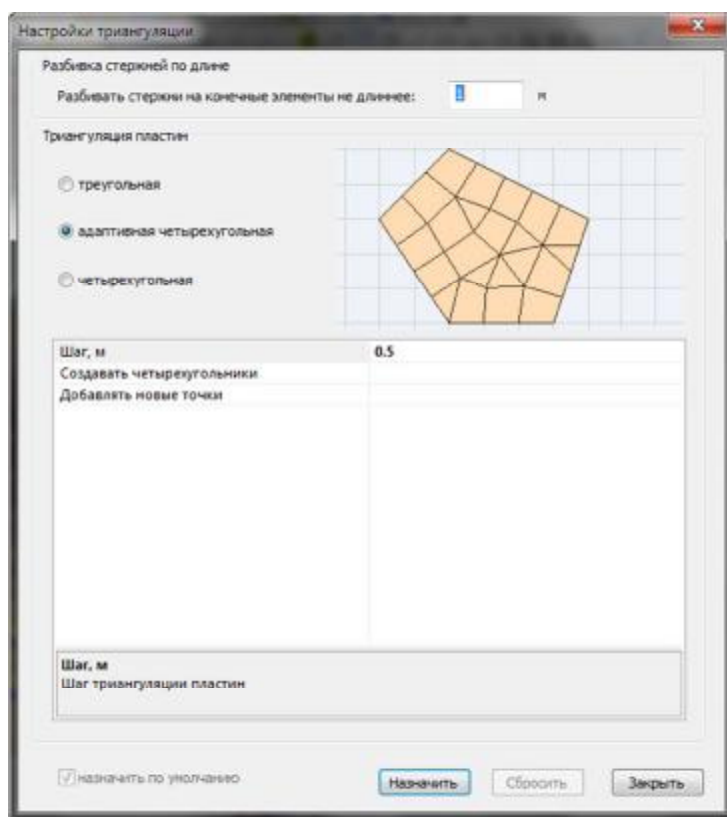

Рис. 3.17. Диалоговое окно **Настройки триангуляции**
- ▶ В открывшемся диалоговом окне **Настройки триангуляции** (рис.3.17) задайте следующие параметры разбивки на конечные элементы: